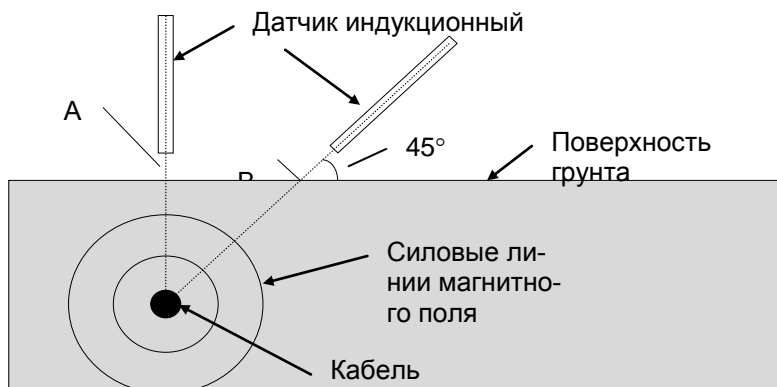

Рисунок 7. Определение глубины залегания кабеля.
- а) установив индукционный датчик вертикально, определить трассу кабеля (п. 6.2) и сделать на этом месте отметку А (рисунок 7);